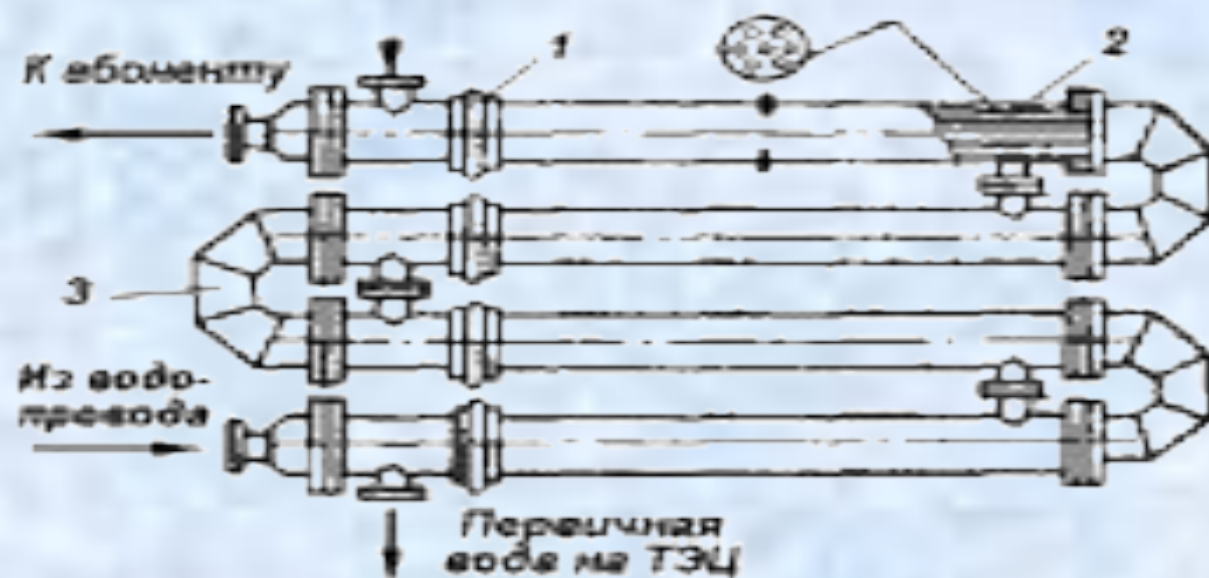

Рис. 1.3. Секционный теплообменник.
- **2. Секционные теплообменники** представляют собой разновидность трубчатых аппаратов, состоят из нескольких последовательно соединенных секций, каждая из которых представляет собой кожухотрубчатый теплообменник с малым числом труб и кожухом небольшого диаметра (рис. 1.3).